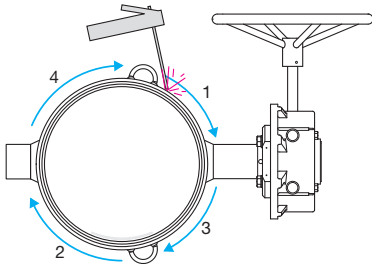
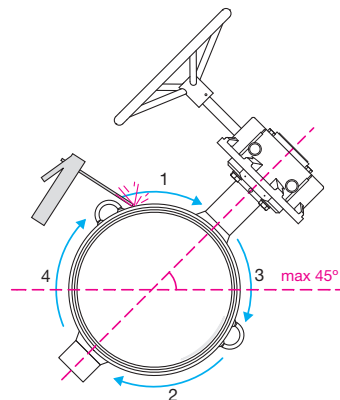

Abbildung 18. Verschweißen der Ränder.
Abbildung 19. Verschweißen der Ränder.
- Die empfohlene Installationsposition des Ventils ist in einem Winkel (siehe Abbildung 19.) oder mit den Schächten in einer horizontalen Position (siehe Abbildung 18.). Vermeiden Sie eine Installation mit vollständig aufrechten Schächten.
Der größte Winkel zwischen der Schaftachse und der horizontalen Achse liegt bei 45 Grad (siehe Abbildung 19.).